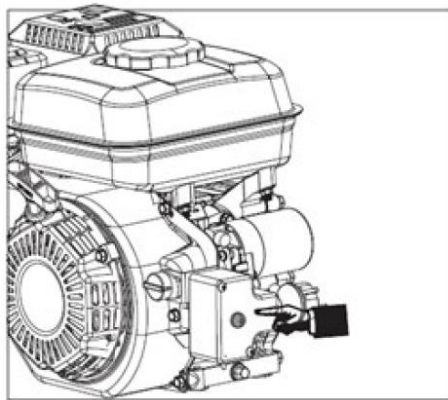

Рис. 29
3. Нажмите и удерживайте кнопку запуска на блоке управления в течение 5 секунд (Рис. 29).